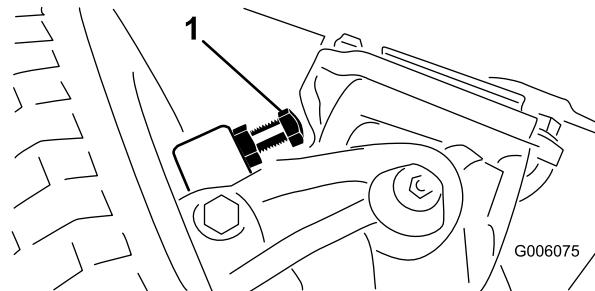

Figura 60
1. Aperte ou desaperte as cavilhas até alcançar uma folga de 2,286 mm (Figura 60).